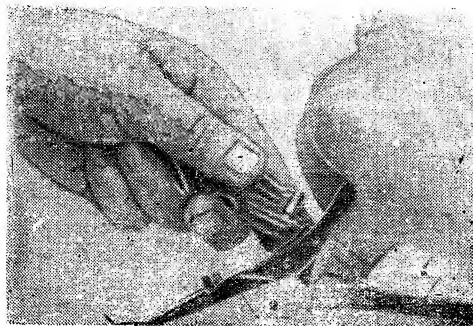

Рис. 7
Для того, чтобы произвести разборку аппарата необходимо: снять с оси верхнюю (1) и упорную (3) бранши (см. Рис. 7).